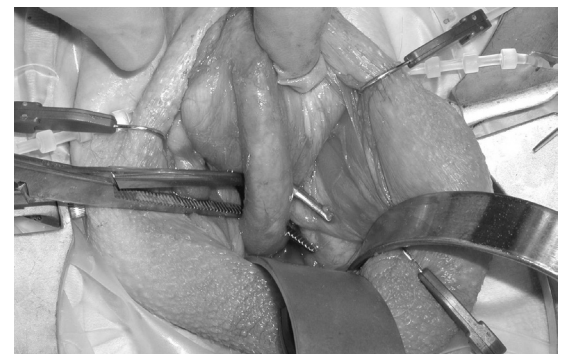

Abbildung 4-19.
8. Da sich der Patient in Rückenlage befindet, ist die Harnröhre mobil. Mithilfe einer rechtwinkligen Klemme kann die posteriore Präparation der Harnröhre fast unter Sicht erfolgen. Die rechtwinklige Klemme wird geöffnet, um ausreichend Platz für die Platzierung der Verschlussmanschette zu schaffen (**Abbildung 4-19**).